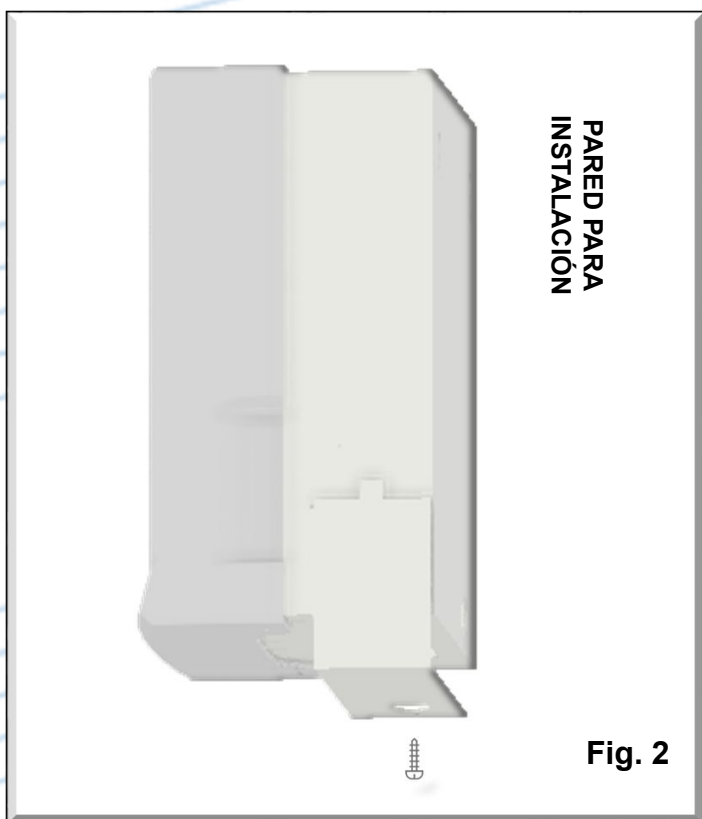

Fig. 2
- 1) Utilizar el anclaje lateral, apoyando el perfil del equipo sobre la superficie vertical donde será instalado, tal como lo muestra la Fig 2. Este anclaje provisional facilitará la conexión del equipo y el correcto apriete de los conductores.